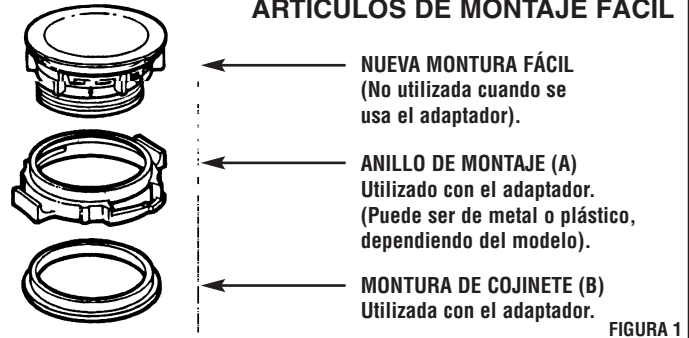

FIGURA 1
1. Gire el anillo de montura (A) en el sentido de las manecillas del reloj, y retire completamente el ensamblaje de montura.
2. Levante al anillo de montura hacia la parte superior del reborde del fregadero y retire la montura de cojinete (B). Quite el anillo de montura (**ver figura 1**). Aparte y conserve el anillo de montura y la montura de cojinete para usarlos en el ensamblaje del kit de adaptador (**ver figura 2**).